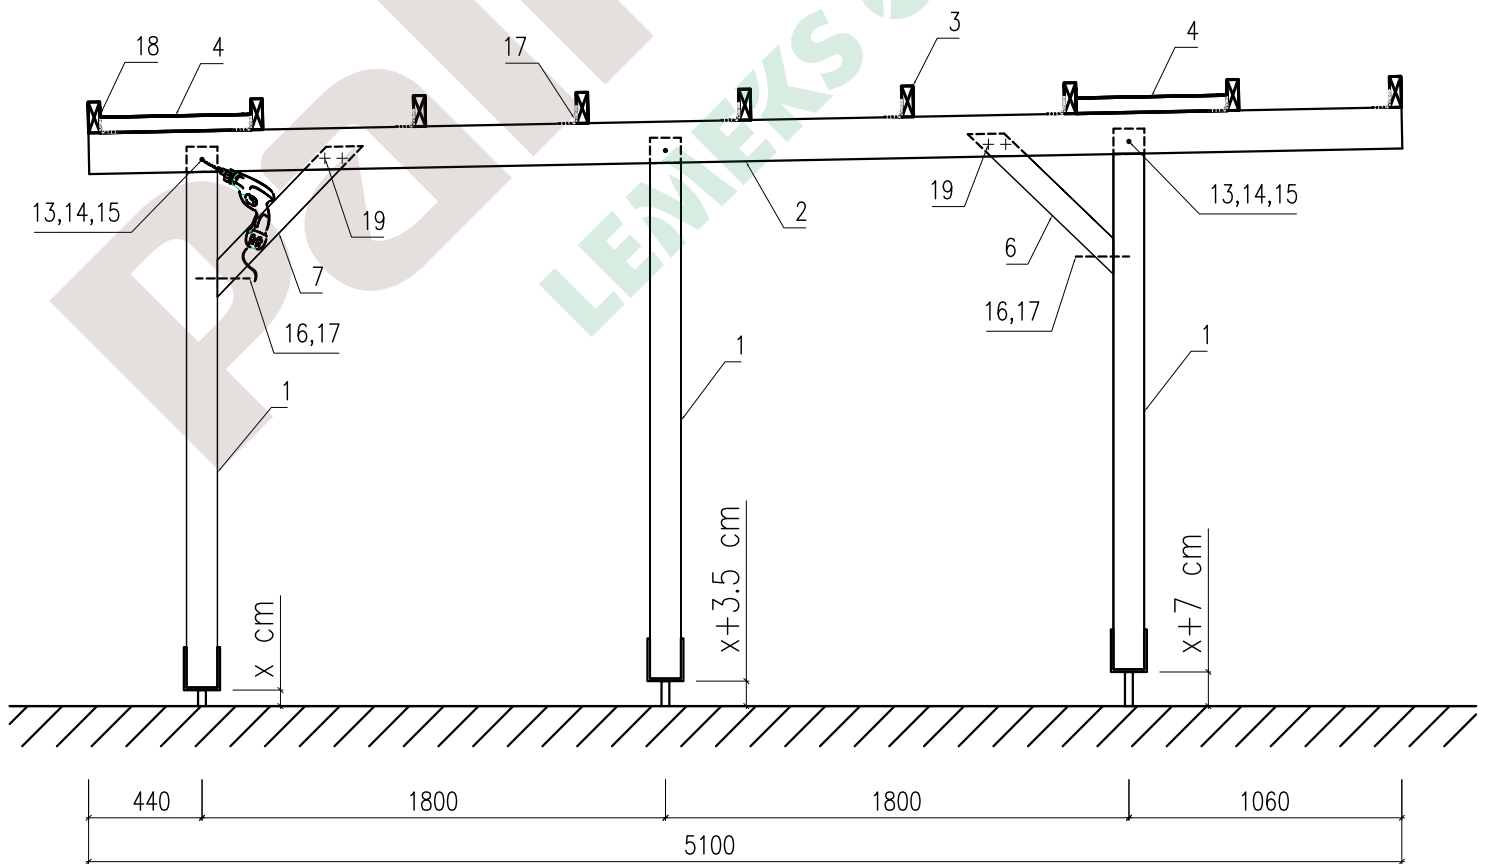
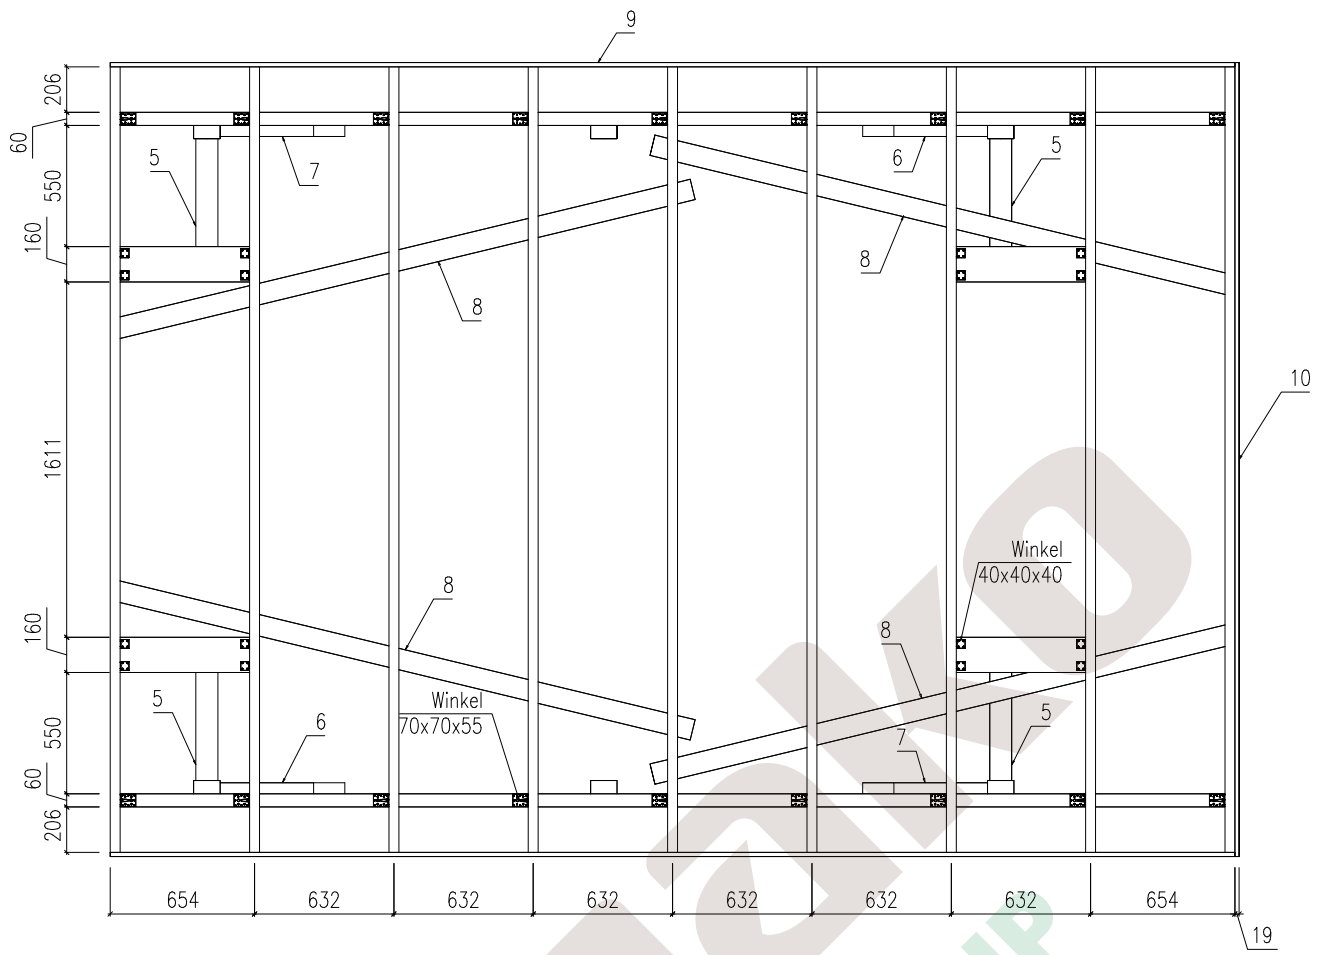

Fig. 2
Fig. 3
- a) Instalando las zapatas en diferentes alturas (mira plano Fig. 2)
Ponga en su lugar los cabrios (Pos. 3). Sigue el plano Fig. 3 para las distancias correctas. Fije los cabrios con ángulos. (Pos. 19).
Entonces instale los detalles de soporte (Pos. 4). Encuentre su posición en el plano Fig. 2 ja Fig. 3. Fíjelos con ángulos (Pos. 20).
Para que el alero sea más estable, monta luego los diagonales (Pos. 8). Fíjelos con tornillos (Pos. 22) al parte inferior de los cabrios según el plano Fig. 3.
Börja med att mäta ut placeringen av stolparna enligt bild 2. (Fig 2)
- b) Att kapa de bakre stolparna enligt mått i fig 2. (enligt ovan)
Montera långsidans regel (pos. 2). Kontrollera överhänget framför och bakom enligt fig. 2.
Montera takbalkarna (pos.3). Se avstånd i fig.3. Fäst med vinkeljärn. (pos 23)
Montera kortlingarna (pos.4) Se placering i fig. 2 och fig. 3. Fäst med vinkeljärn (pos 24)
Montera diagonalerna (pos 10) för att göra carporten ännu mer stabil. Diagonalerna fästs med skruv (pos.26) på undersidan av takbalkarna enligt fig. 3.